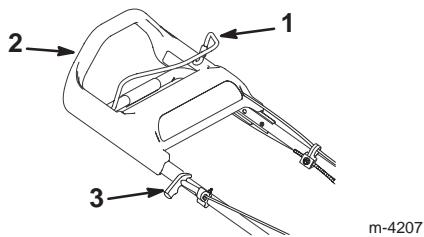

Bild 10
Der Startergriff und der Sicherheitsschaltbügel befinden sich am oberen Griffteil, siehe Bild 10.
• **Manuelles Starten** – Ziehen Sie leicht am Startergriff, bis Sie einen Widerstand spüren. Ziehen Sie ihn dann kräftig durch (Bild 10). Lassen Sie das Seil langsam zum Griff zurücklaufen.